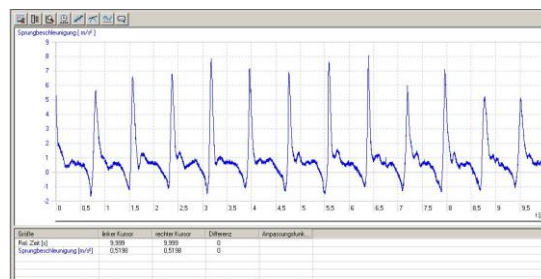

Fig. 1 Comportement caractéristique à l'accélération à la cheville d'une personne en train de sauter, enregistré avec 3B NET/lab™
- Dans 3B NET/lab™, lancez l'enregistrement de la courbe de mesure (fig. 1).
Observez sur la fig. 1 l'accélération permanente de 9,81 m/s² qui fournit dans la courbe une valeur subordonnée de 1 g.